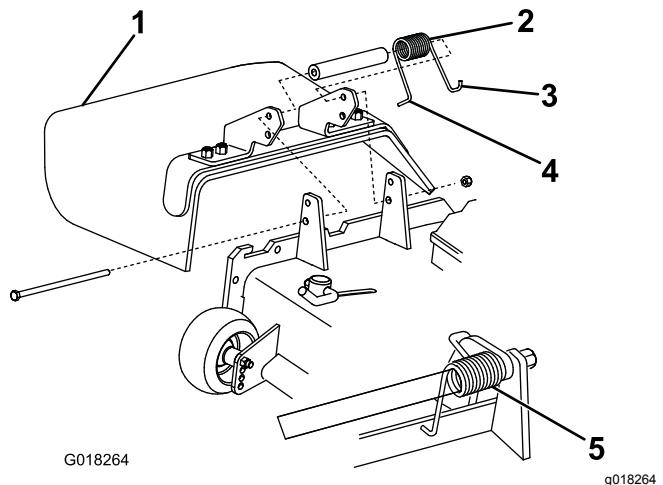

Figura 3
3. Coloque a extremidade direita em gancho J da mola em torno do defletor de relva (Figura 3).